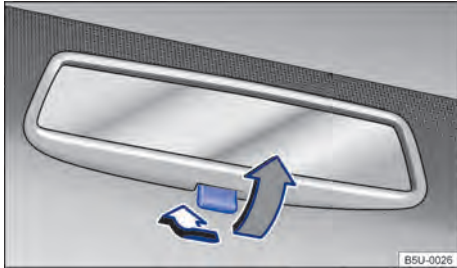

Fig. 66 En el parabrisas: espejo retrovisor interior antideslumbrante manual.
- Posición de noche: tirar de la palanca → fig. 66 (flecha gris), para evitar el deslumbramiento de los faros de los vehículos que circulan detrás.